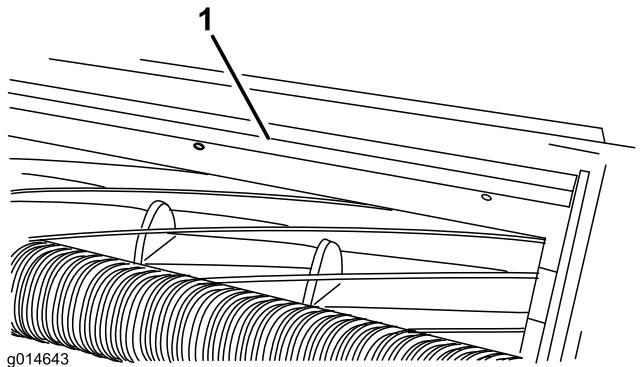

図 17
1. バー図 17をカッティングユニットに固定しているボルトをゆるめる。